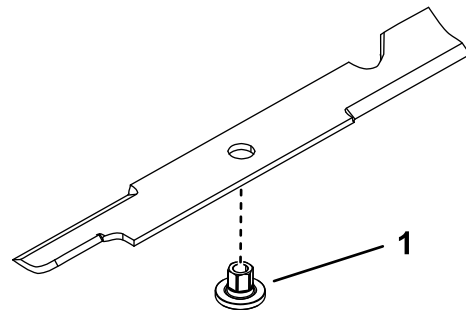

Figura 83
1. Instale el casquillo a través de la cuchilla con la brida del casquillo en el lado inferior (lado del césped) de la cuchilla (Figura 83).